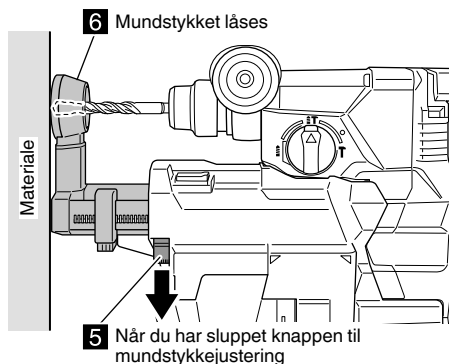

Fig. 7
- (4) Slip knappen til mundstykkejustering for at låse mundstykkets position. (Fig. 7)